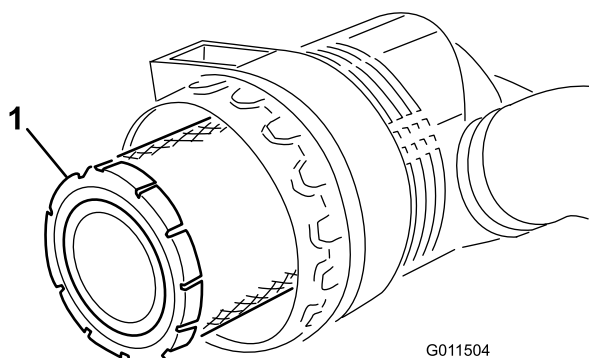

Figure 47
3. Déposez le préfiltre (Figure 47). Il est déconseillé de nettoyer les éléments usagés car cela risque
4. Remplacez le préfiltre (Figure 47).